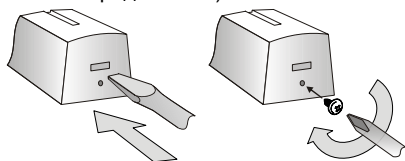

Рис. 2 Открывание крышки извещателя и фиксация винтом
1. Откройте крышку извещателя (нажатием фиксатора – см. Рис. 2).